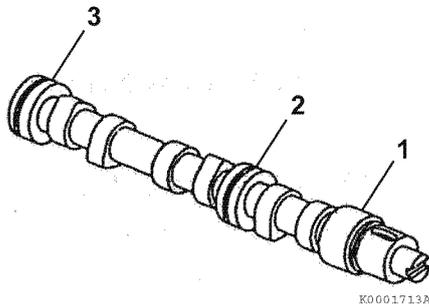

Figure 6-86
- Mesurez le diamètre des tourillons de palier côté pignon (1, **Figure 6-86**), intermédiaire (2, **Figure 6-86**) et côté volant moteur (3, **Figure 6-86**). Voir *Arbre à cames* à la page 6-7 pour les spécifications.